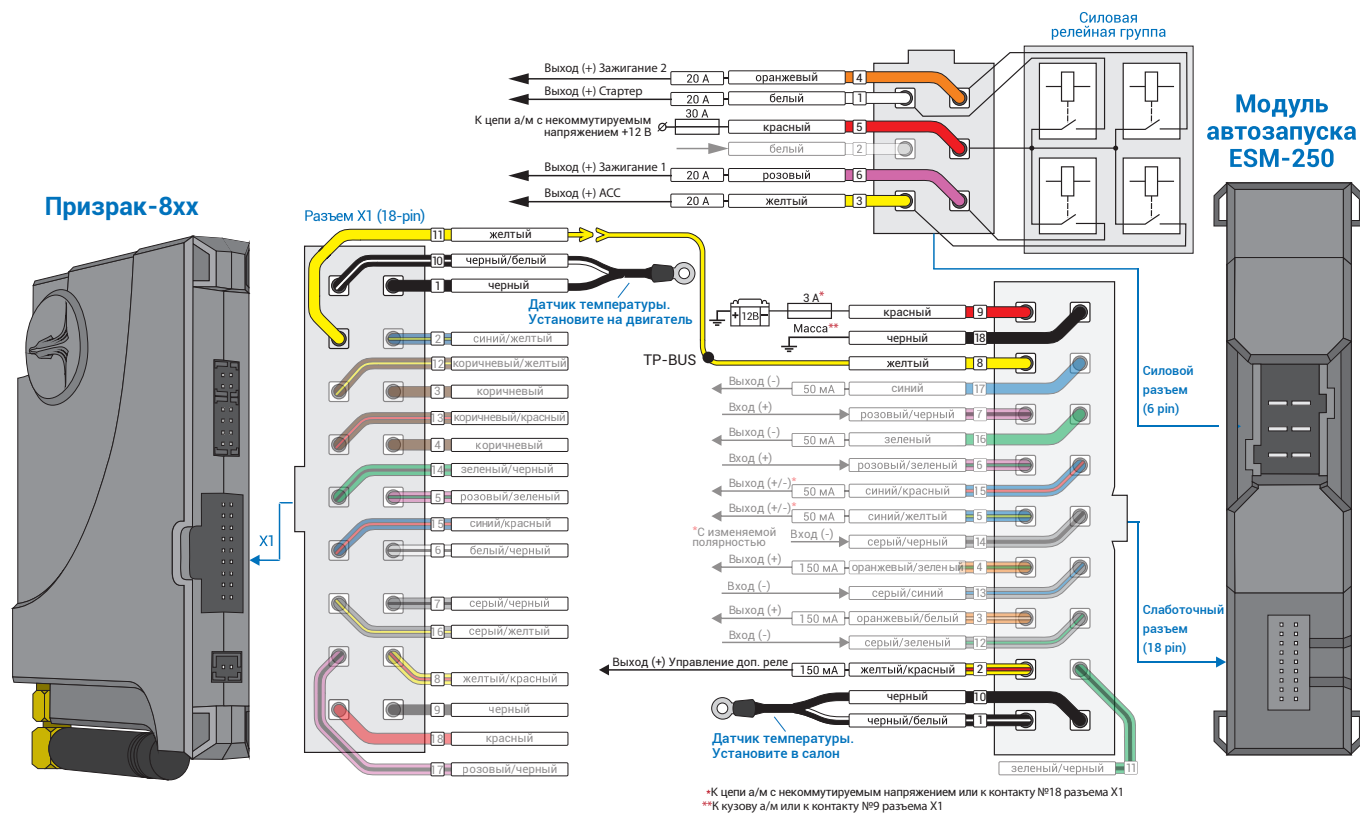
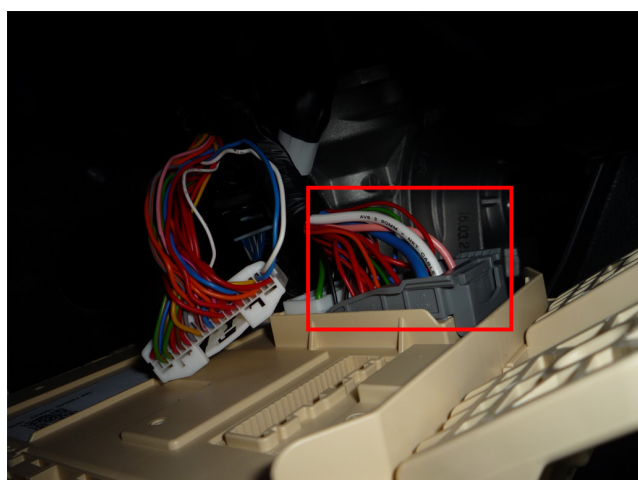

Рис.3 Подключение модуля автозапуска ESM-250
Рис.4 Место подключения к силовым цепям запуска двигателя
4. Подключите модуль автозапуска ESM-250 – выводы модуля, которые требуется подключить выделены на рис. 3. Подключение производится в белом разъеме на задней стороне монтажного блока (см. рис. 4, 5).